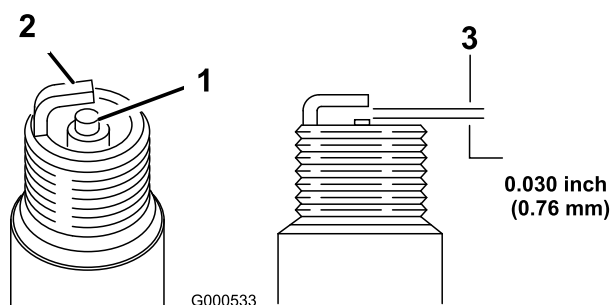

Figure 23
5. Réglez l'écartement des électrodes à 0,76 mm (0,030") (Figure 23).